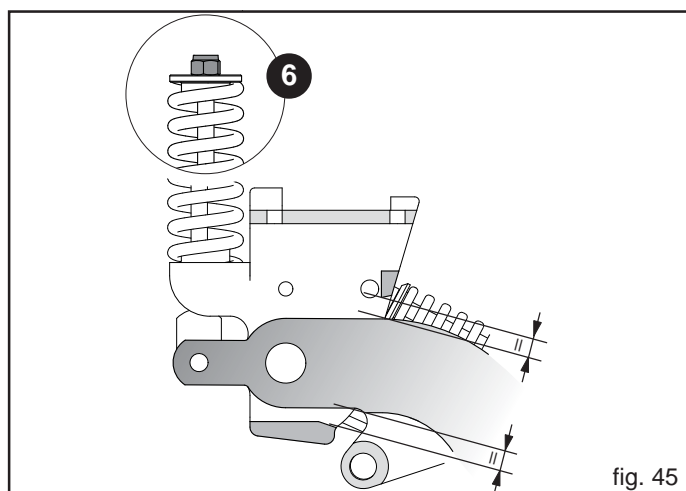

fig. 45
- 3) Controlar que el elemento se halle en una posición intermedia de su carrera (Fig. 45).
- 4) Eventualmente, regular todos los muelles de posición con la tuerca (6, Fig. 45) hasta alcanzar la posición del punto 3).